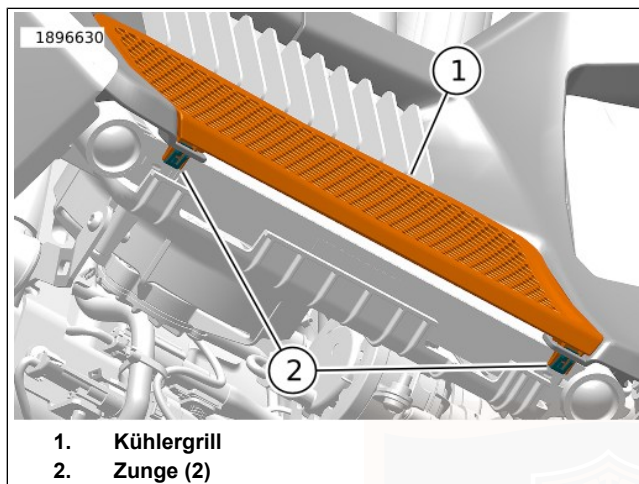

Abbildung 113. Kühlergrilllaschen
1. Siehe Abbildung 113. Den Kühlergrill entfernen.